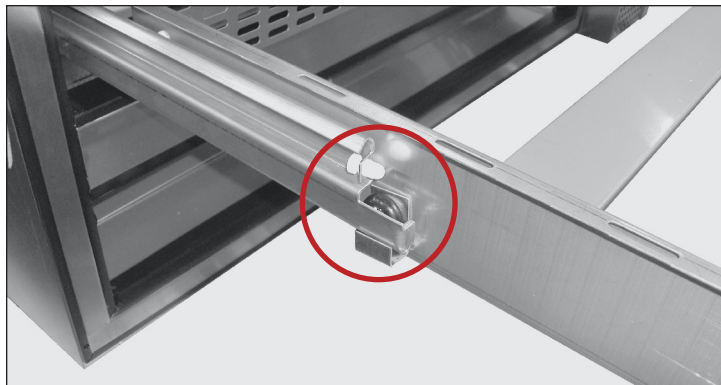

Fig. 1 Ubicazione del fermaglio della rotella.
3. Ruotare i fermagli delle rotelle nella posizione verso il basso. Vedere le figure 1 e 2.